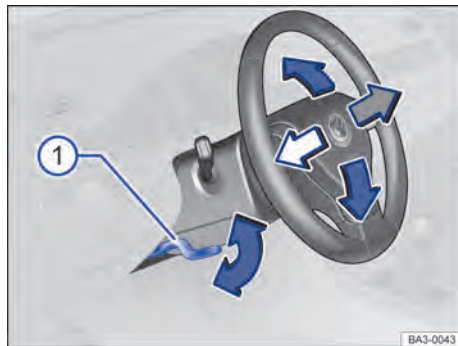

Fig. 59 Debajo y a la izquierda del volante junto con el revestimiento de la columna de dirección: palanca de ajuste de la posición del volante.
- Empujar la palanca hacia abajo sosteniéndola por su empuñadura → **fig. 59** .